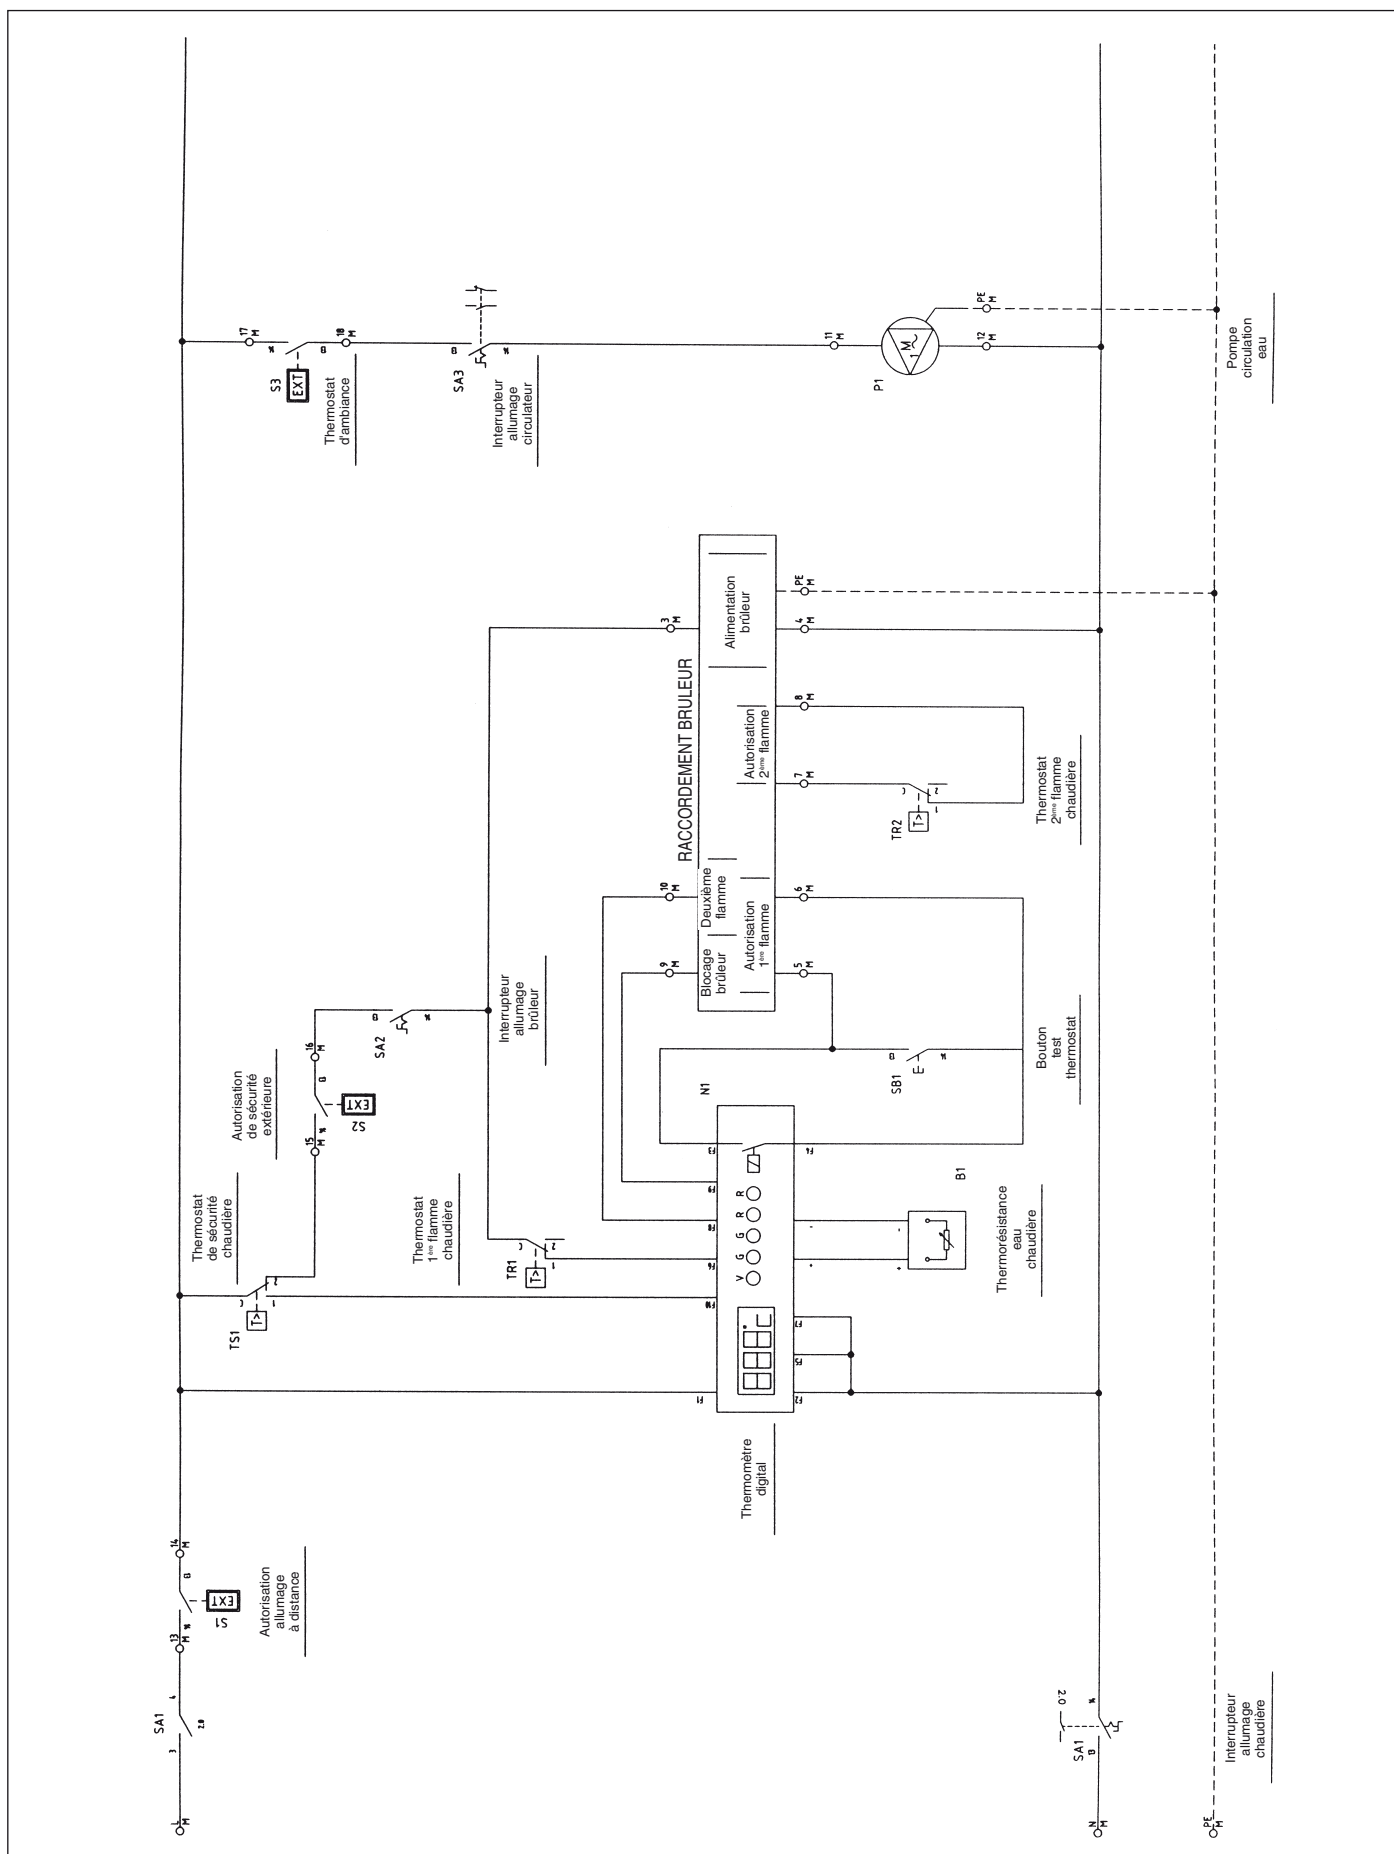

Fig. 17
9.4 Nettoyage de la chaudière (Fig. 17)